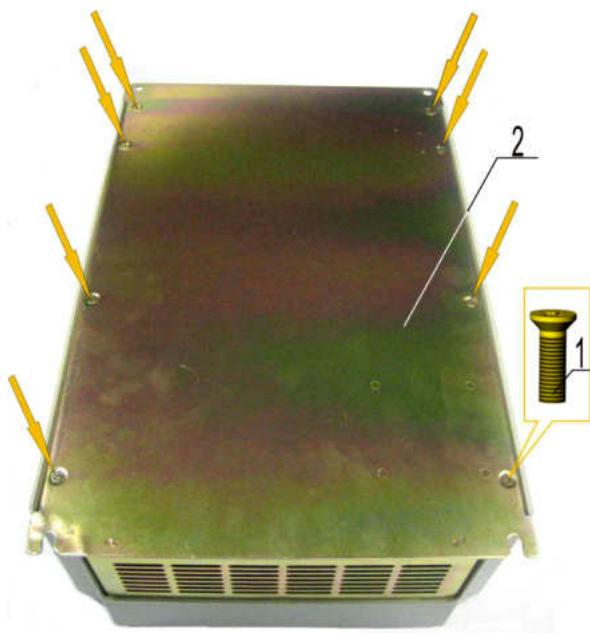

Рис. 6.10
- 6.7.1. Перевернуть корпус основанием вверх (рис. 6.10)